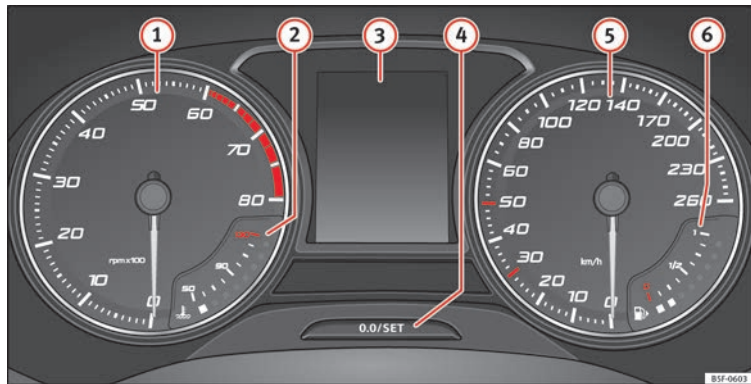

Abb. 111 Display des Kombi-Instruments in der Instrumententafel.
» Abb. 111:
Der Drehzahlmesser zeigt die Motordrehzahl pro Minute an » Abb. 111 ①.
Die Nadel des Drehzahlmessers ① » Abb. 111 darf den roten Bereich nur für einen kurzen Moment erreichen, andernfalls besteht die Gefahr eines Motorschadens.
Beim Einschalten der Zündung können im Display des Kombiinstrumentes » Abb. 111 ③ je nach Fahrzeugausstattung verschiedene Informationen angezeigt werden:
- Drücken Sie kurz die Taste » Abb. 111 ④, um den Tageskilometerzähler auf 0 zurück zu setzen.
Die Taste **»** **Abb. 111** **4** länger als 15 Sekunden gedrückt halten, um die Motorkennbuchstaben (MKB) des Fahrzeugs anzuzeigen. Dazu muss die Zündung ein- und der Motor ausgeschaltet sein.